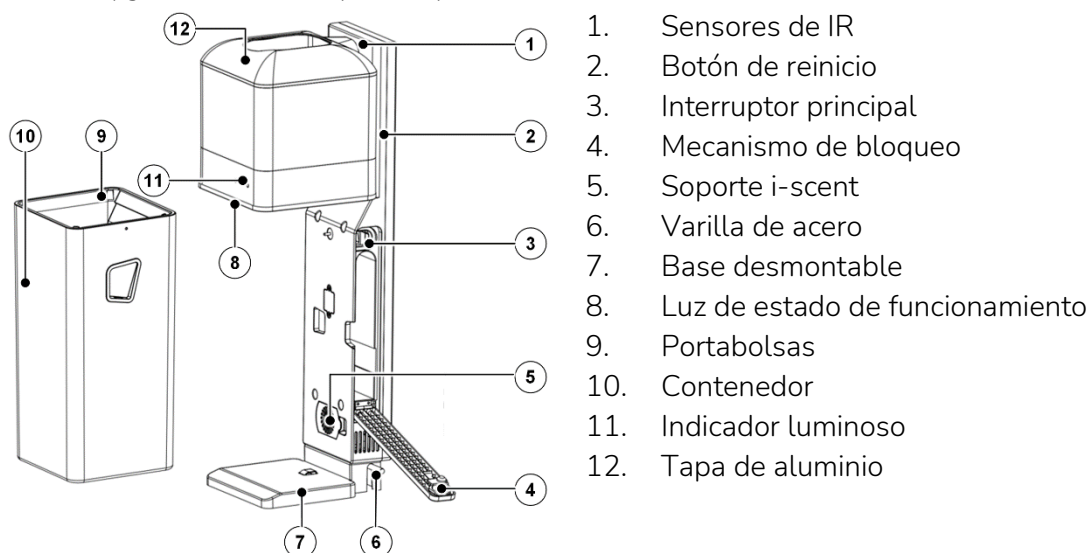

Figura 3
- La parte inferior, el contenedor, véase Figura 3.